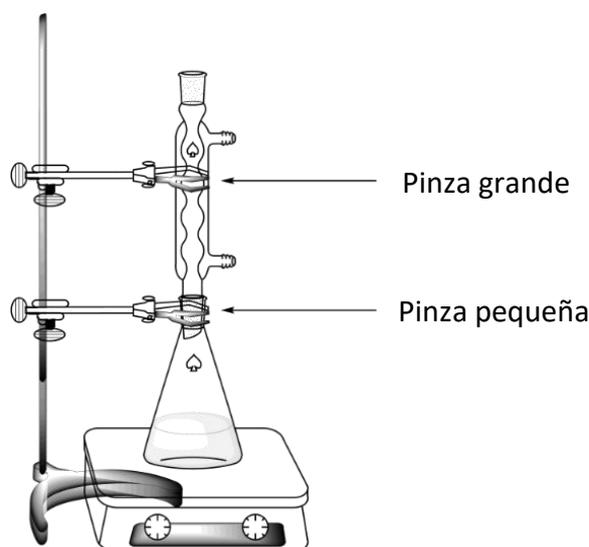

Figura 1. Sistema para calentar la mezcla de reacción a reflujo
- Conecta** el refrigerante abriendo la pinza grande y desplazándolo (ver Figura 1). Asegúrate que los esmeriles queden ajustados. **Levanta** tu tarjeta HELP. Un asistente de laboratorio vendrá para abrir el agua y prender la plancha calefactora.
2. **Realiza** la recristalización del producto crudo, que se encuentra en el matraz Erlenmeyer con boca esmerilada de 50 mL, con la cantidad adecuada de la mezcla agua/etanol preparada en el punto 1 utilizando el mismo sistema de reflujo que en la parte anterior (ver Figura 1). **Levanta** tu tarjeta HELP. Un asistente de laboratorio vendrá para abrir el agua y prender la plancha calefactora. **Agrega** el solvente por arriba del refrigerante.